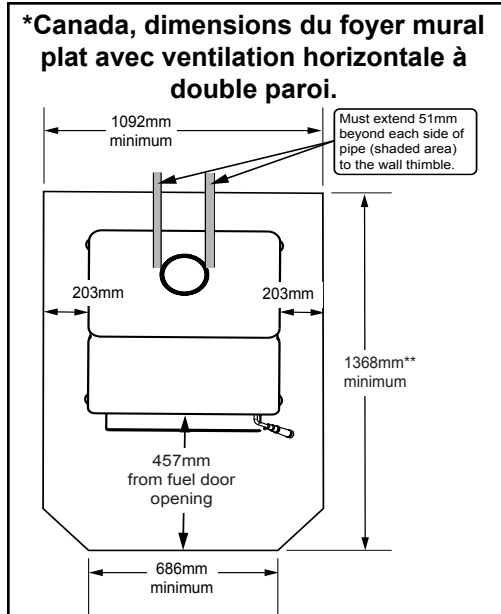

Figure 11.2 - **Cette dimension varie en fonction de l'installation.
Au Canada, une protection de sol similaire doit être fournie à 457 mm (18 pouces) à l'avant et à 203 mm (8 pouces) des côtés et de l'arrière de l'appareil, à moins que le foyer ne soit contre le mur (**Figure 11.2**). Ensuite, le dégagement peut être réduit à l'aide d'un tuyau à double paroi et du tableau Dégagement par rapport aux matériaux inflammables indiqué à la page 12.
***Exception** : Les protections incombustibles pour le sol doivent s'étendre sous le conduit lorsque l'évacuation est horizontale et se prolonger de 51 mm (2 po) de chaque côté du conduit; Voir **figure 11.2**.